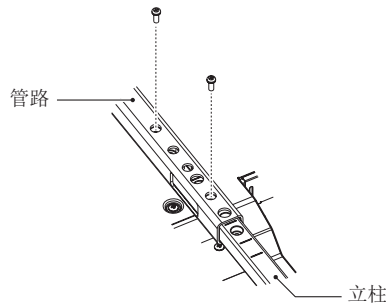

图 2
2. 请使用附带的螺钉安装立柱和管路。请将螺钉拧入管路上的两个螺钉孔（图 2）。
2. 高さを決めたらスタンドに付属のネジでスタンドポールを 2 箇所固定します。スタンドポールは必ず 2 箇所を固定してください。(図 2)